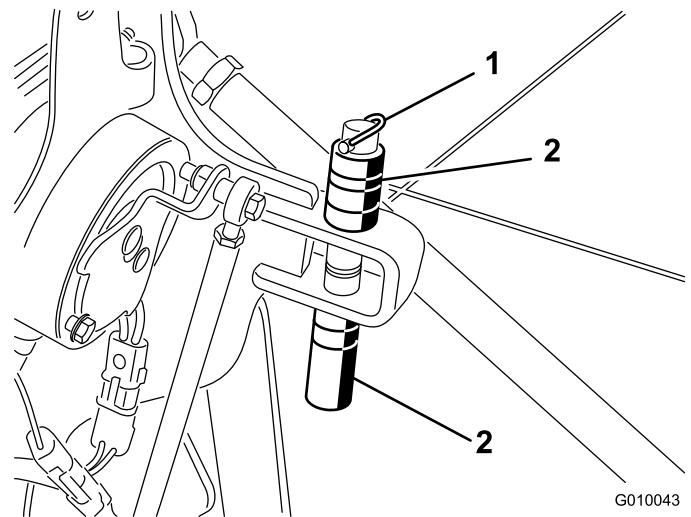

Bild 28
2. Entfernen Sie den Klappstecker, mit dem die Distanzstücke und die Tiefenstifte befestigt sind (Bild 28).